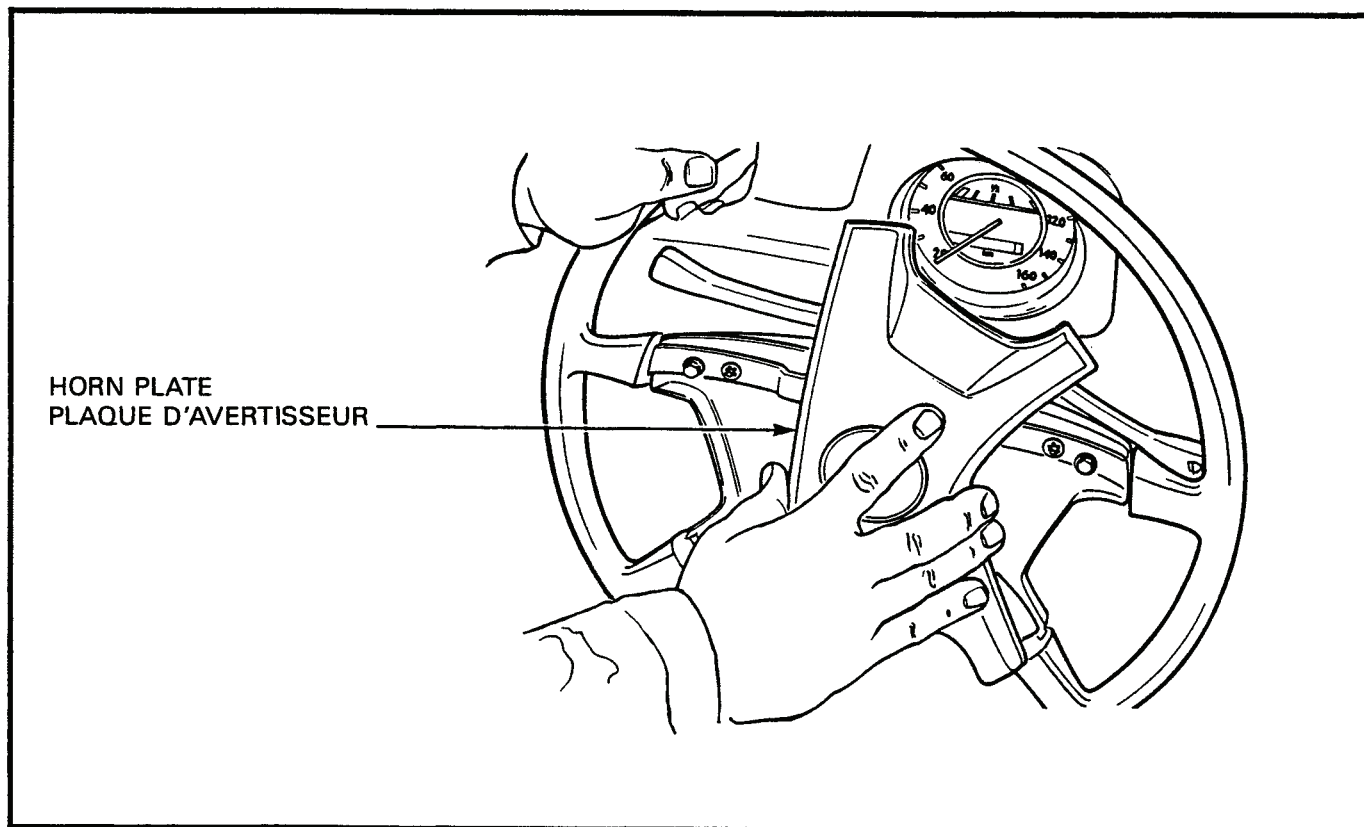

Figure 4-1-1 Positioning Horn Plate
- d. Install the horn plate, ensuring the top of the plate is in a vertical position, see Figure 4-1-1.
- d. Installer la plaque d'avertisseur en s'assurant de placer le dessus de la plaque à la verticale. Voir figure 4-1-1.